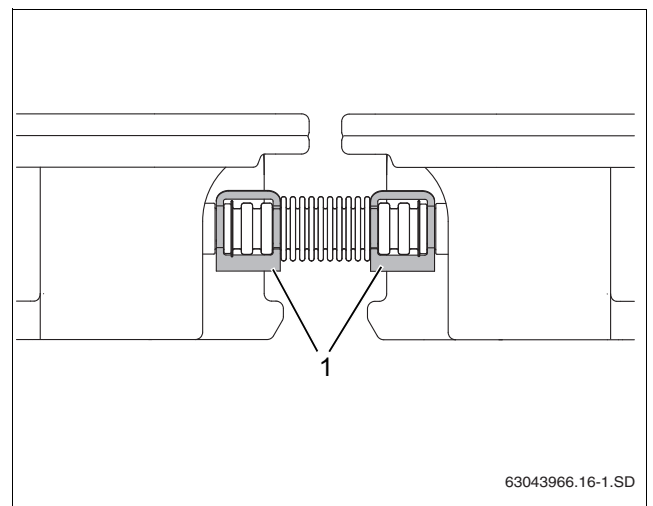

Рис. 27 Крепление гофрированной трубы зажимами
- ▶ Закрепите каждую торцевую крышку одним зажимом, а каждую гофрированную трубу двумя зажимами (рис. 27, [1]).